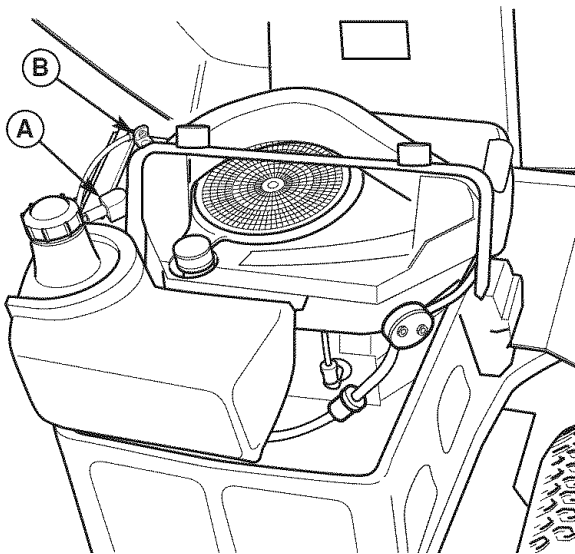

Figura 23. Compartimiento del Motor
1. Desconecte los cables de la batería, primero el cable negativo (B, Figura 23).
6. Reconecte los cables de la batería: primero conecte el cable positivo (vea A, Figura 23), luego conecte el cable negativo (B).